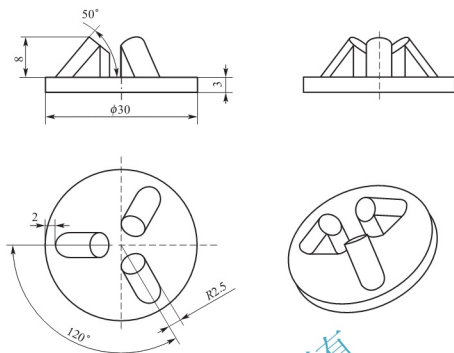

图 8.166 练习题(1)图
- (1) 使用曲面特征对如图 8.166 所示的零件进行建模。
(2) 对一曲面模型进行与其他 CAD(如 UG NX、CATIA 等)及 CAE 软件(如 ANSYS、ADAMS 等软件)的输入输出处理。